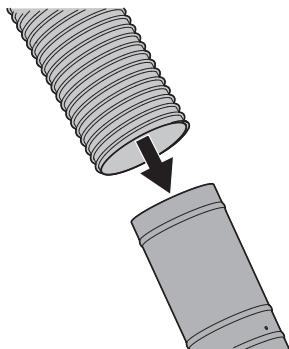

Figure 27
- Faites glisser la goulotte supérieure en la déplaçant sur le coude de la goulotte déjà monté sur le plateau de coupe comme indiqué dans la Figure 27.